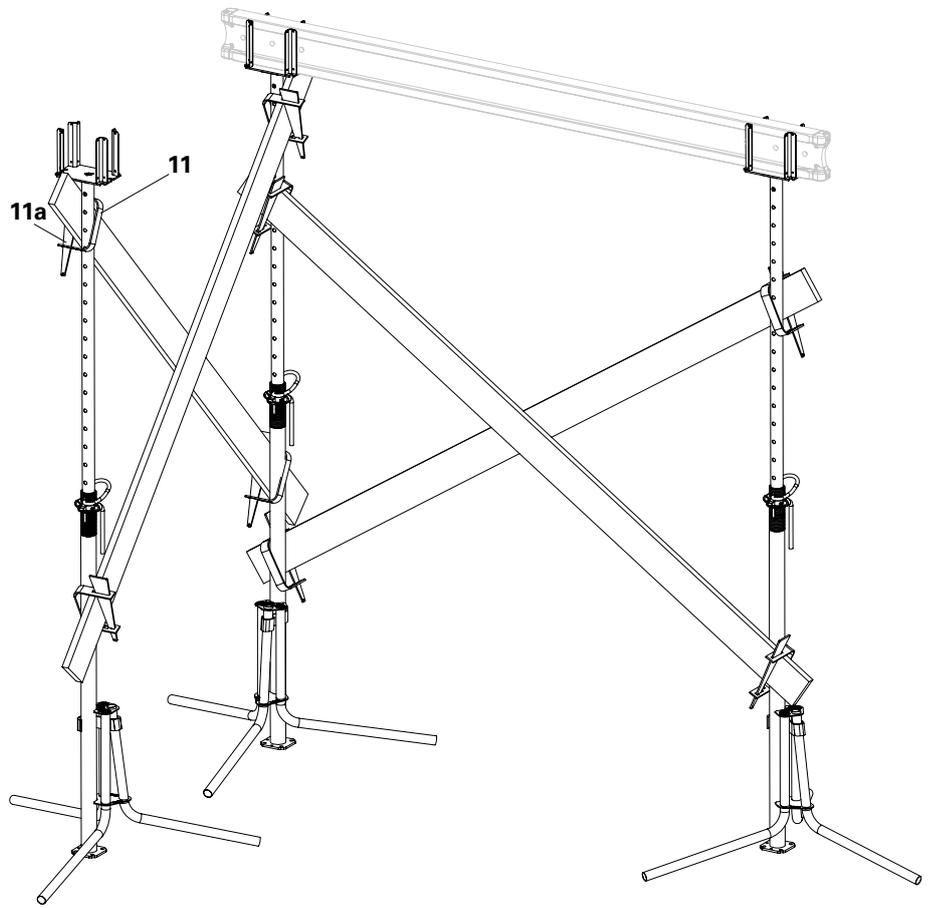

Fig. A3.01
5. Monter d'autres planches de contreventement avec des clavettes de contreventement. (Fig. A3.01)